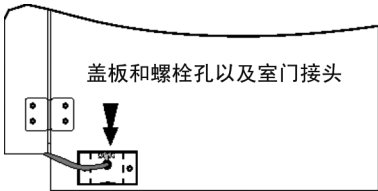

图 1-9. 螺栓孔
- 7. 将堆叠架随附的 1/4 x 20 螺栓和垫圈拧入盖板背后的孔中。此时请勿拧紧螺丝。见图 1-9。